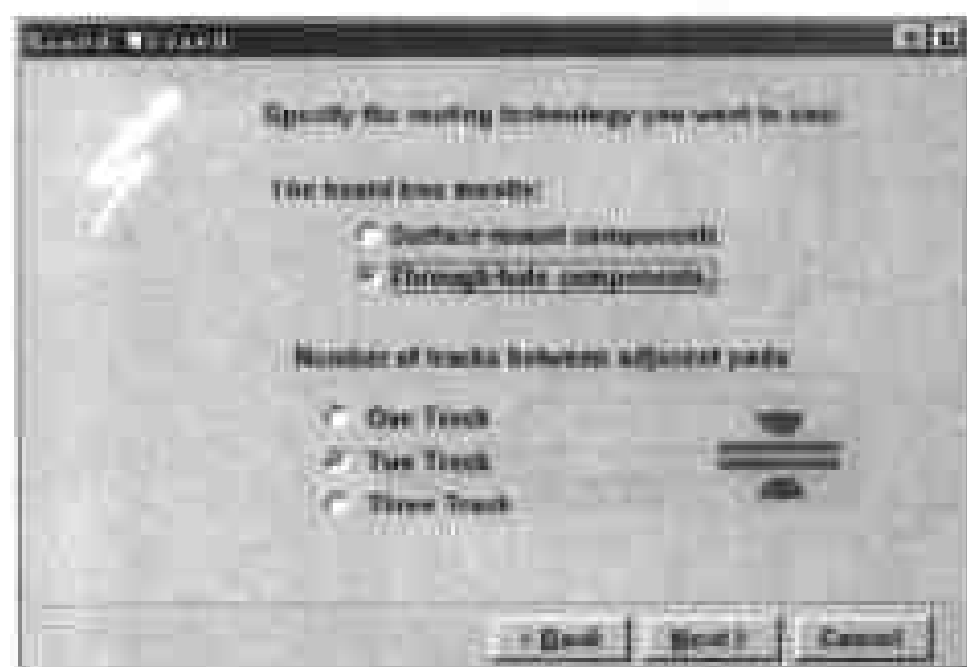

图 8-13 采用插针式元件时的对话框
(14) 在此对话框上半部分有两个单选钮: Surface-mount components(SMD 元件)和 Through-hole components(插针式元件), 供用户指定在电路中主要使用哪种形式的元件。一般情况下, 实验室使用的都是插针式元件, 因此选择 Through-hole components 单选钮, 此时对话框下半部分的选项也随着改变, 如图 8-13 所示。
(15) 此对话框下部提供了 3 个单选钮: One Track, Two Track 和 Three Track, 供用户设